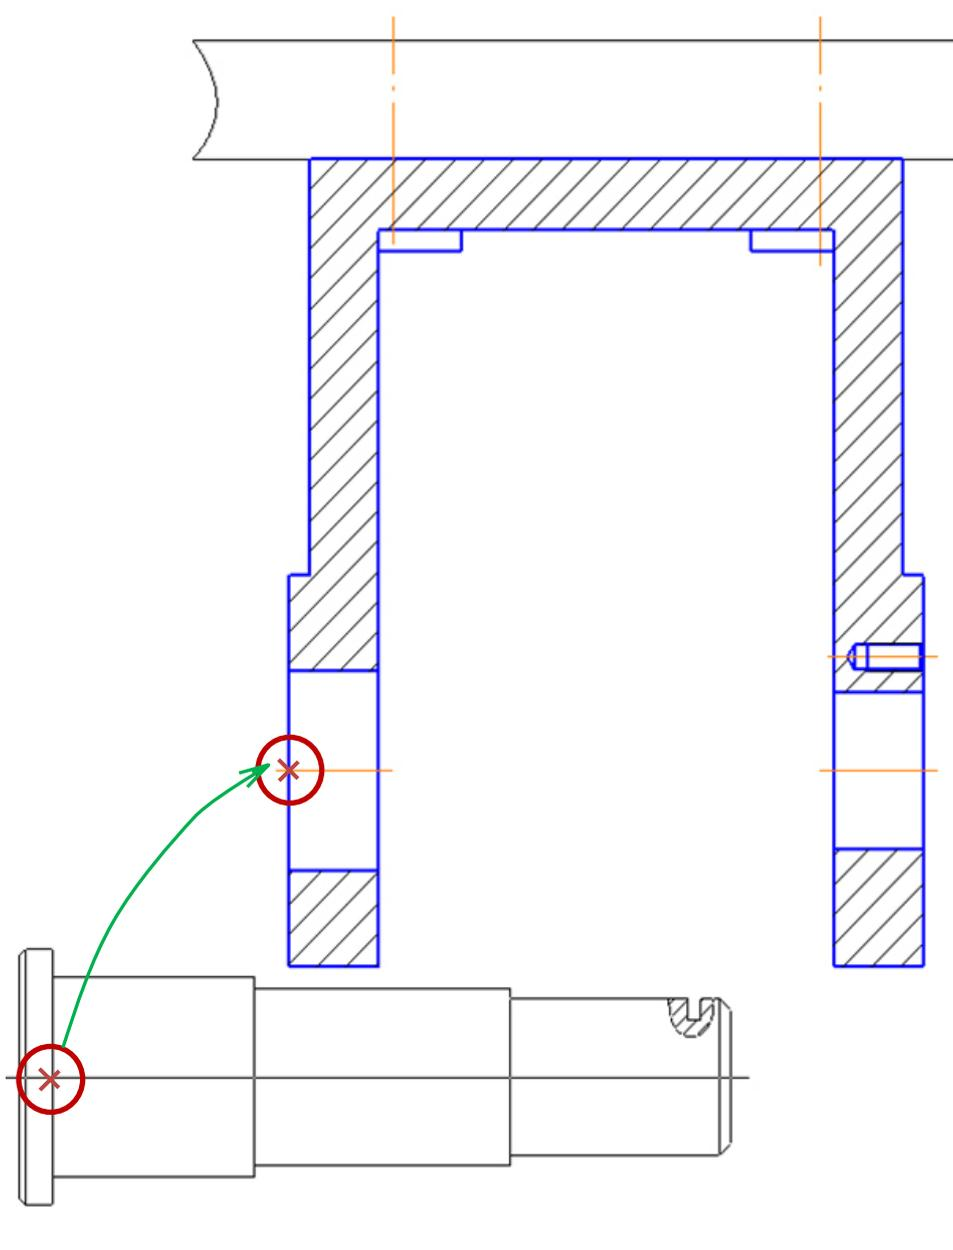

Рис. 4.8. Установка оси в кронштейн
- Выберите базовую точку на кронштейне, как показано на рис. 4.8, и щелкните ЛК мыши.
- Выберите базовую точку на кронштейне, как показано на рис. 4.8. и щелкните ЛК мыши.